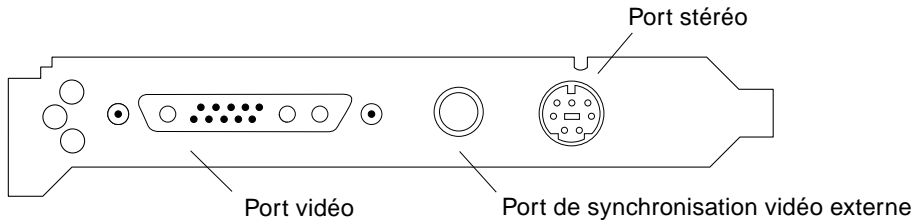

FIGURE 1-2 Connecteurs externes des ports d'E/S de la carte graphique Expert3D
- FIGURE 1-2 Connecteurs externes des ports d'E/S de la carte graphique Expert3D 2
FIGURE 1-2 Ports d'E/S externes de la carte graphique Expert3D. Les ports d'E/S de la carte graphique Expert3D sont décrits dans l'annexe A, « Caractéristiques et spécifications de la carte graphique Expert3D ».